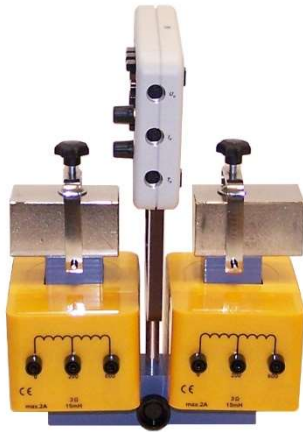

Fig. 6: Aparelho básico inserido sobre o suporte em U
- Encaixar o aparelho básico com a placa condutora sobre o suporte em U. Nisto tomar cuidado do assentamento paralelo da placa condutora para o núcleo em U, dado o caso, girar um pouco o suporte em U (ver Fig. 6).